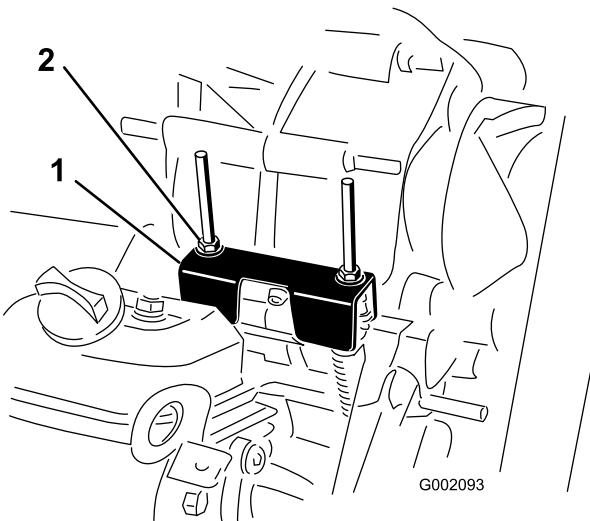

Figura 59
Para realizar operaciones de mantenimiento de rutina y/o diagnósticos del motor, debe ponerse el transeje en punto muerto (Figura 59). El selector de marchas de la máquina dispone de una posición de Punto muerto, que controla el punto muerto del transeje. Deben tomarse las siguientes medidas para asegurarse de que la palanca de cambios acciona correctamente el punto muerto del transeje:
2. Asegúrese de que la pletina de punto muerto está en posición de PUNTO MUERTO (nivelada respecto al soporte de montaje del cable situado debajo del soporte del cambio de marchas) girando el embrague arrastrado (Figura 59).
3. Apriete una de las contratuerca (Figura 59) para obtener un espacio de 0,76–1,52 mm.